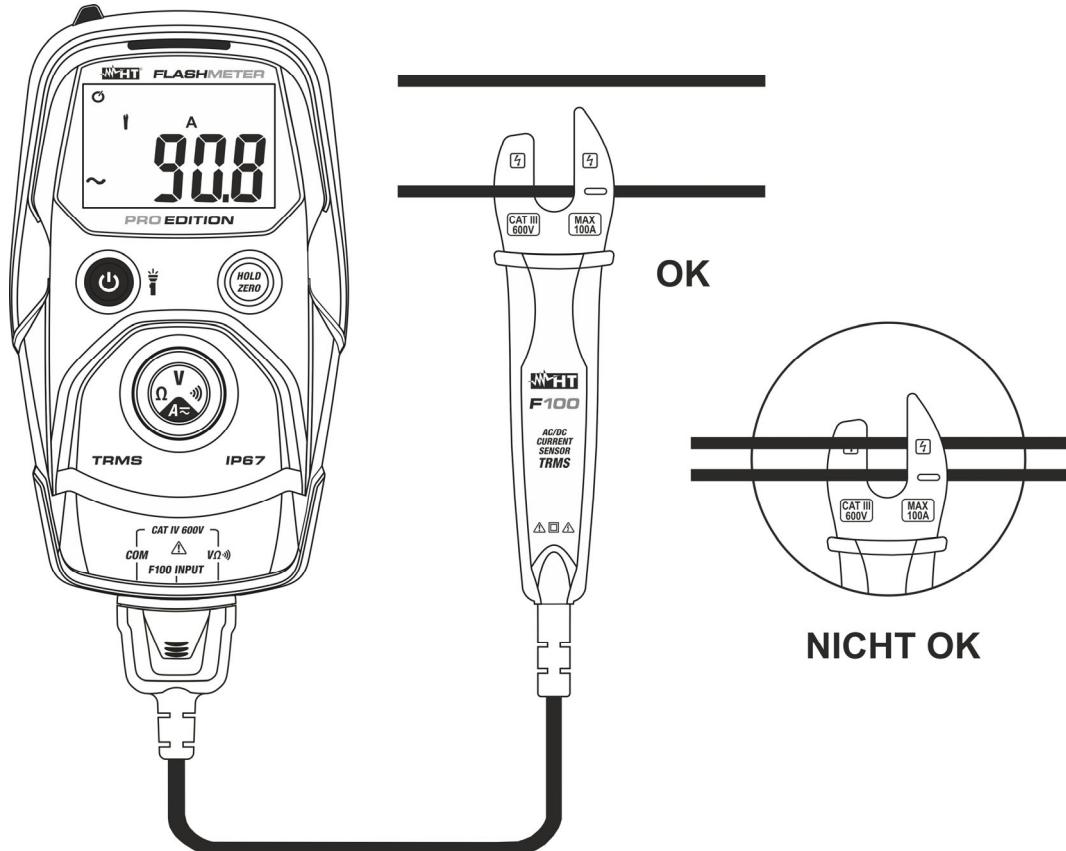

Abb. 7: Verwendung des Gerätes für AC/DC Strommessung
- Schließen Sie die F100 Zange an den zu prüfenden Leiter an (siehe Abb. 7), achten Sie dabei auf das Pfeilsymbol \rightarrow im Ringkern, um die positive Stromrichtung anzuzeigen, und positionieren Sie sie in der Mitte derselben, um dies zu erhalten eine genaue Messung. Der aktuelle Wert wird auf dem Display angezeigt
- Das Symbol **"-** auf dem Display des Gerätes gibt an, dass die Strom die umgekehrte Richtung mit Bezug auf den Anschluss in Abb. 7 hat.